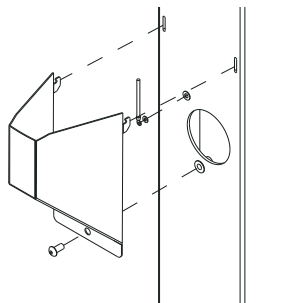

Figura 4: Fissaggio della copertura cavi
7. Guidare il filo di terra attraverso uno dei pressacavi nella stazione di ricarica e collegare il filo di terra al blocco terminale (Pos. 15, pagina 3); quindi fissare il filo di terra al palo sotto il bullone appropriato. (vedi figura 4)
8. Fissare la piastra al palo con il bullone antifurto M8 x 20mm (vedi figura 4).